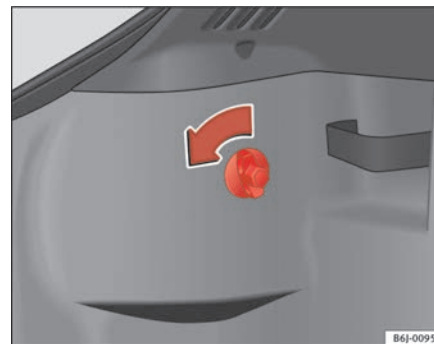

Abb. 155 Zugang zu den Rückleuchten
- Drehen Sie die Schraube von Hand oder mit einem Schraubendreher in Richtung des Pfeils ⇒ Abb. 155.
- Nehmen Sie den Stecker aus der Aufnahme **A** ab ⇒ Seite 238, Abb. 155.